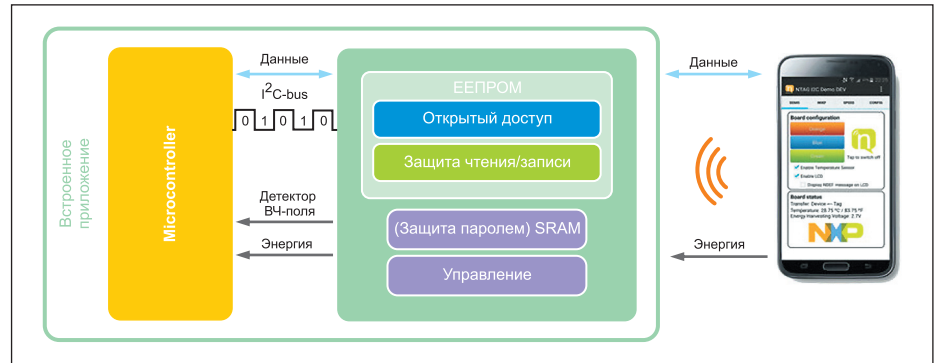

Рис. 11. Схема применения отладочного набора со смартфоном, оснащенным NFC-интерфейсом
- NTAG I²C plus-демоприложение: Android NTAG I²C plus NFC, чтение/запись, демонстрация работы ПО для поддержки NFC-оснащенных мобильных телефонов от Google Play Store (рис. 11);